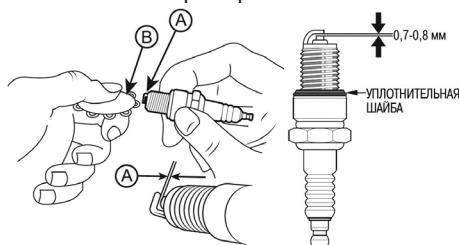

Рис. 22 Обслуживание свечи зажигания
- Измерьте зазор А между электродами свечи зажигания специальным щупом В. Зазор должен быть 0,7-0,8 мм (Рис. 22). При увеличении или уменьшении требуемого зазора, рекомендуется заменить свечу, так как регулировка зазора может привести к изменению качества искрообразования.